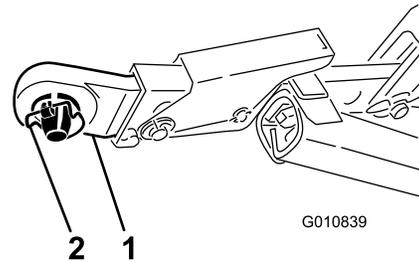
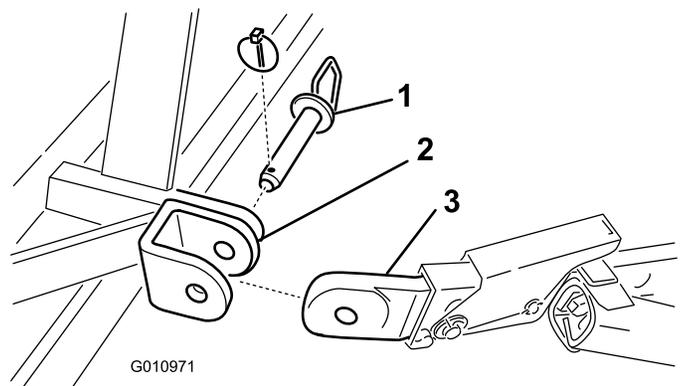
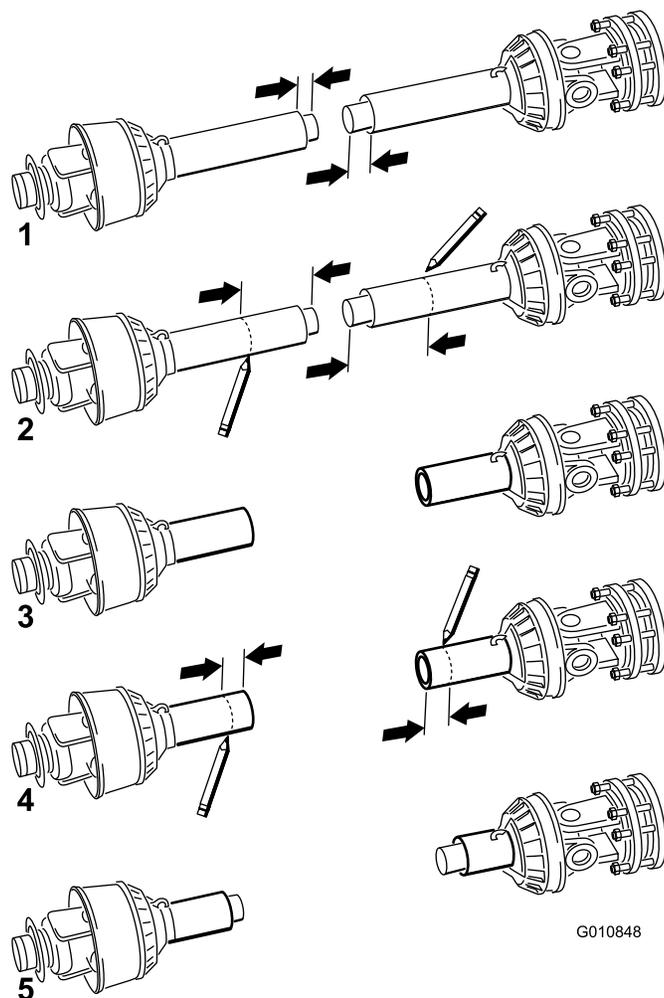

Bild 3
Bild 4
Bild 15
- Befestigen Sie die Unterlenkerarme entweder mit Klappsteckern (Bild 3) oder Anbauvorrichtungsstiften und Klappsteckern (Bild 4) an den Befestigungshalterungen am Aerifizierer.
10. Trennen Sie die zwei Hälften der Zapfwelle (Bild 15, Bild 1).
11. Messen Sie den Abstand zwischen dem Ende jedes Rohrs und dem Sicherheitsschutzblech (Bild 15, Bild 1). Notieren Sie diese Werte.
12. Verwenden Sie die in Schritt 8 erhaltenen Werte, um den relevanten Teil des Schutzbleches und des Rohrs von jeder Zapfwellenhälfte zu ermitteln, zu markieren und abzuschneiden (Bild 15, Bild 2 und 3).
13. Verwenden Sie die in Schritt 11 erhaltenen Werte, um die relevanten Teile der Sicherheitsschutzbleche zu ermitteln, zu markieren und abzuschneiden, um die Rohre freizulegen Bild 15 - Bild 4 und 5.